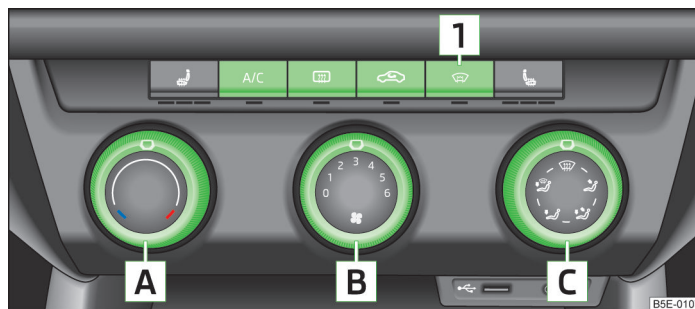

Abb. 108 Klimaanlage: Bedienungselemente
- ✓ **A/C** » Abb. 108 auf Seite 103 eingeschaltet.
**Funktionen der einzelnen Bedienungselemente » Abb. 108:**
Durch Drehen des Luftverteilungsreglers [C] » Abb. 108 auf Seite 103 in die Position wird der Umluftbetrieb automatisch ausgeschaltet. Durch wiederholtes Drücken der Symboltaste ☰ kann auch in dieser Stellung der Umluftbetrieb wieder eingeschaltet werden. ▶